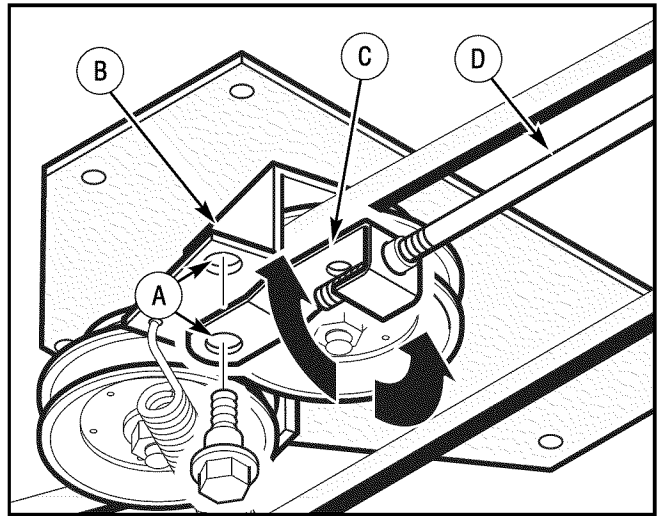

Figura 24: Alineando el enlace del embrague
- Desconecte el enlace del embrague desde el brazo libre (Figura 24).
4. Rote el **enlace del embrague** hasta que el agujero de montaje en el **enlace del embrague** esté alineado con el agujero en el **brazo secundario** como se muestra en la Figura 24.
5. Desconecte el **enlace del embrague** desde el brazo libre (Figura 24).